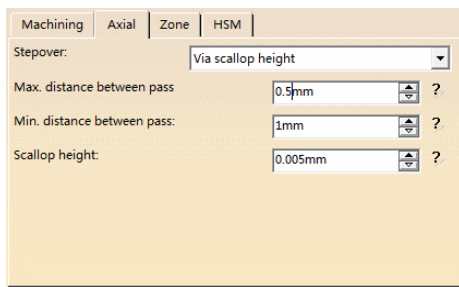

图 3-177 “Axial”选项卡 (8)
- 在“Axial”选项卡 (8) 的“Stepover”下拉列表中选择“Via scallop height”, 在“Scallop height”文本框中输入“0.005” mm, 如图 3-177 所示。